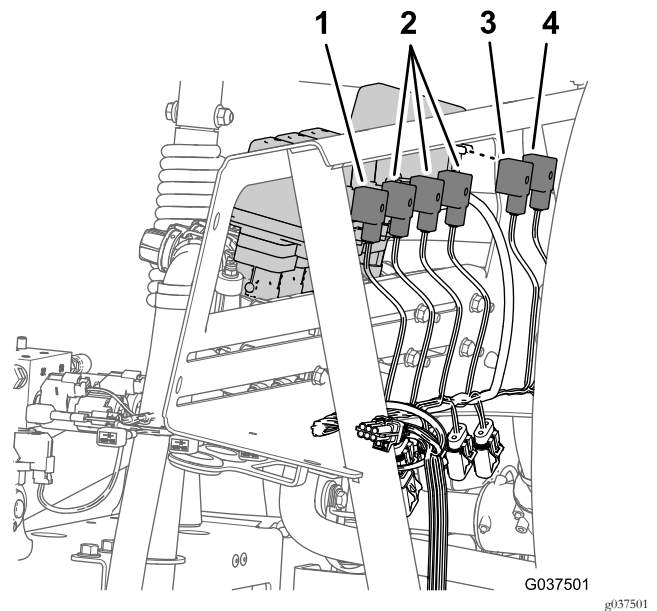

Figura 22
2. Na traseira da montagem do coletor, desligue o conector de três tomadas da válvula de agitação e os conectores de três tomadas das três válvulas da secção da rampa (Figura 22).